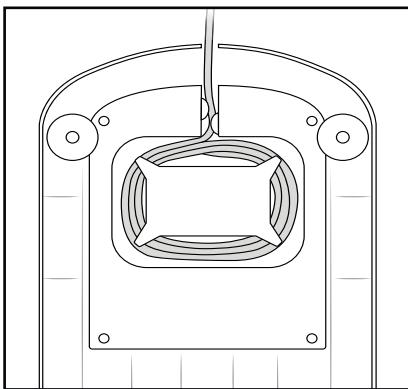

Fig. 6
- Para guardar, enrole o cabo de alimentação à volta do dispositivo de enrolamento do cabo 19 (fig. 6).